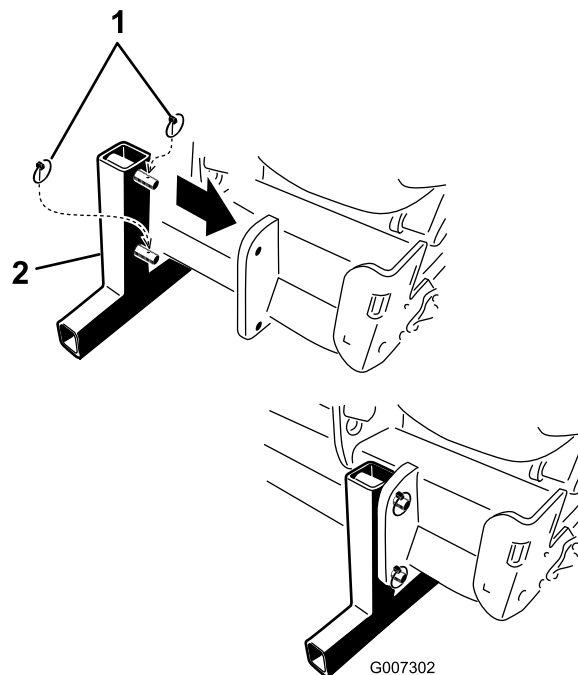

Figura 43
5. Instale los soportes de almacenamiento y fíjelos al aireador con los pasadores de seguridad (Figura 43).